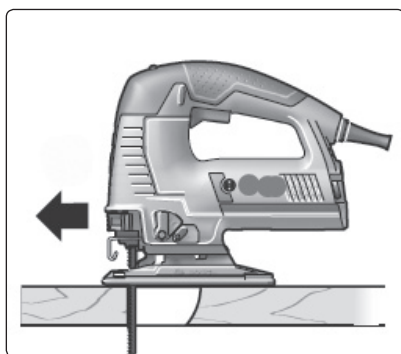

Abb. 12
4. Wenn die Säge mit der gesamten Fußplattenfläche auf der Schnittfläche aufliegt, führen Sie die Säge auf normale Weise weiter (Abb. 12).